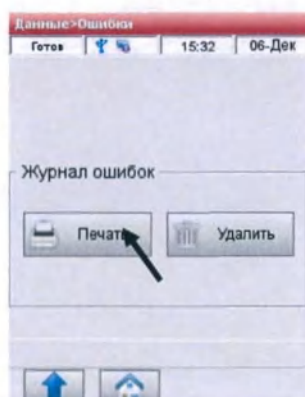

Рис.6-25 Распечатать или удалить Журнал ошибок
3. Нажмите  Печать, чтобы распечатать отчет об ошибке (Рис.6-25).